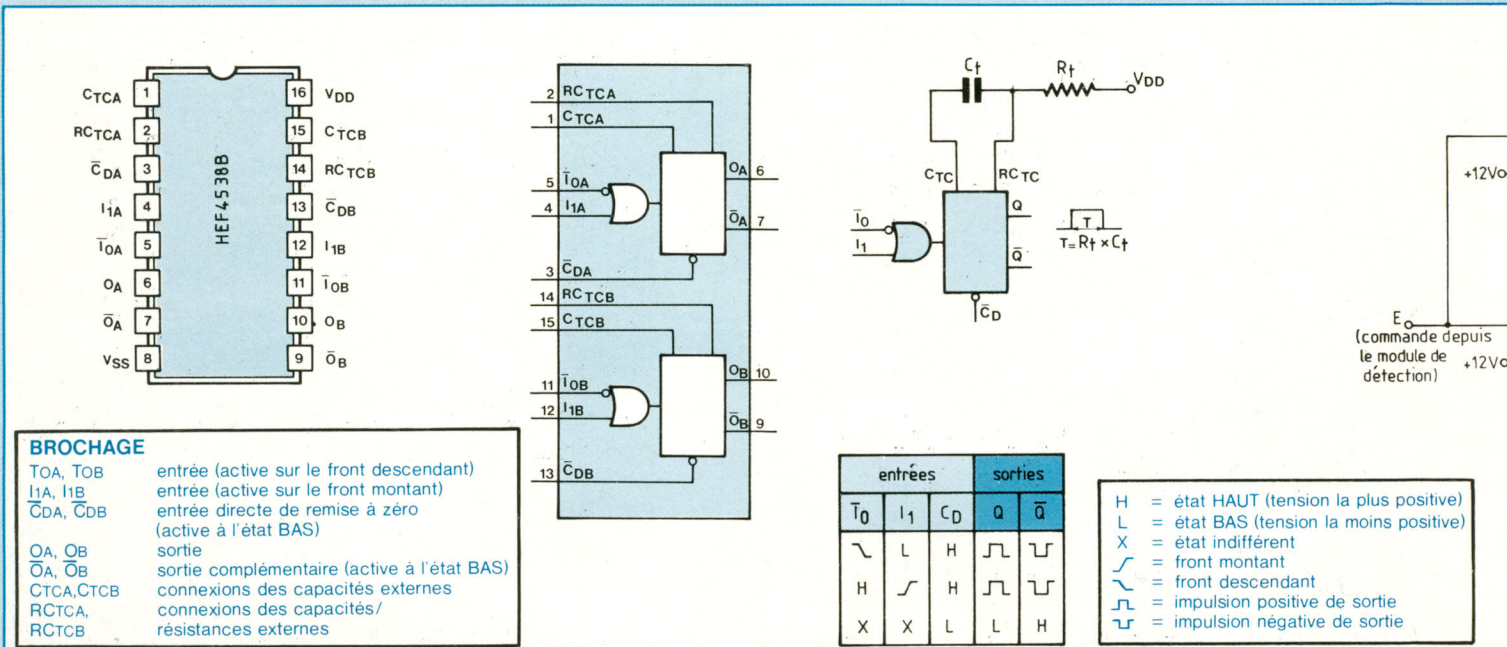

Fig. 11 : Circuit intégré 4538 : double monostable de précision.
**Etude du circuit intégré 4538** (fig. 11)